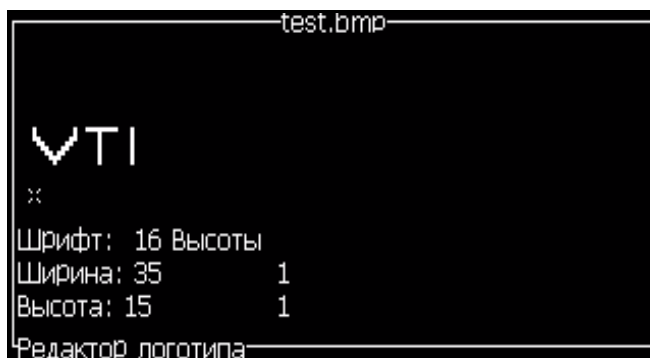

Рисунок 5-62: Логотип в окне меню
- 10 Нажмите кнопку “Enter” (ввод), и в окне меню появится логотип (смотрите Рисунок 5-62 на странице 5-71).